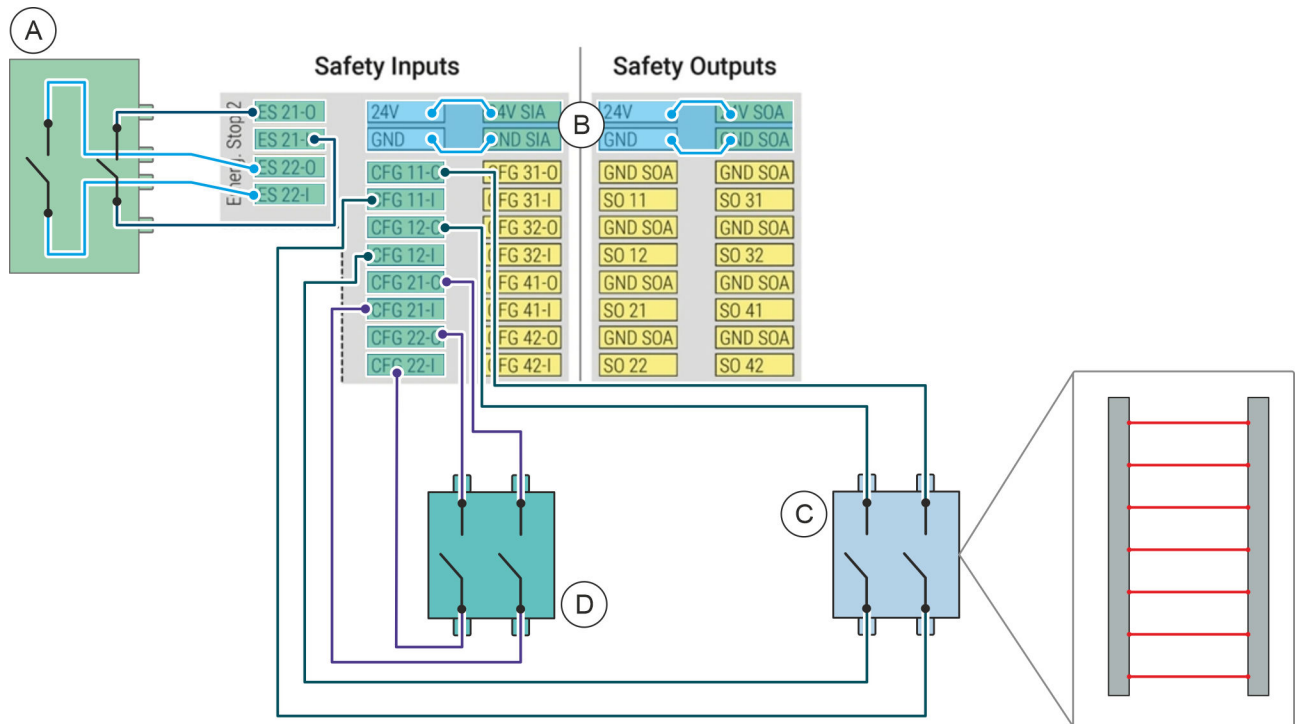

Abb. 75 Schutzstopp mit Reset-Taste verbinden (exemplarisch)
- (A) Not-Halt-Schalter
- (B) Interne Spannungsversorgung
- (C) Lichtvorhang
- (D) Reset-Taste
01. Beim Verbinden eines Lichtvorhangs und einer Reset-Taste die exemplarische Konfiguration in Abb. 75 beachten.
02. Sicherstellen, dass die interne Spannungsversorgung der Schnittstellen gemäß Abb. 75 gewährleistet ist.